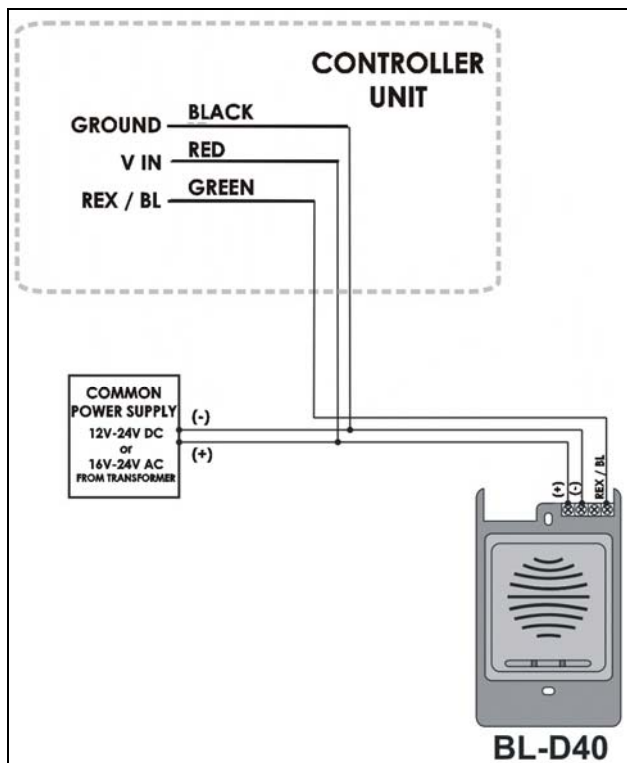

Figura 5: Diagrama de Cableado para Bocina Externa BL-D40
- Cómo conectar la Bocina Externa BL-D40 (Figura 5)